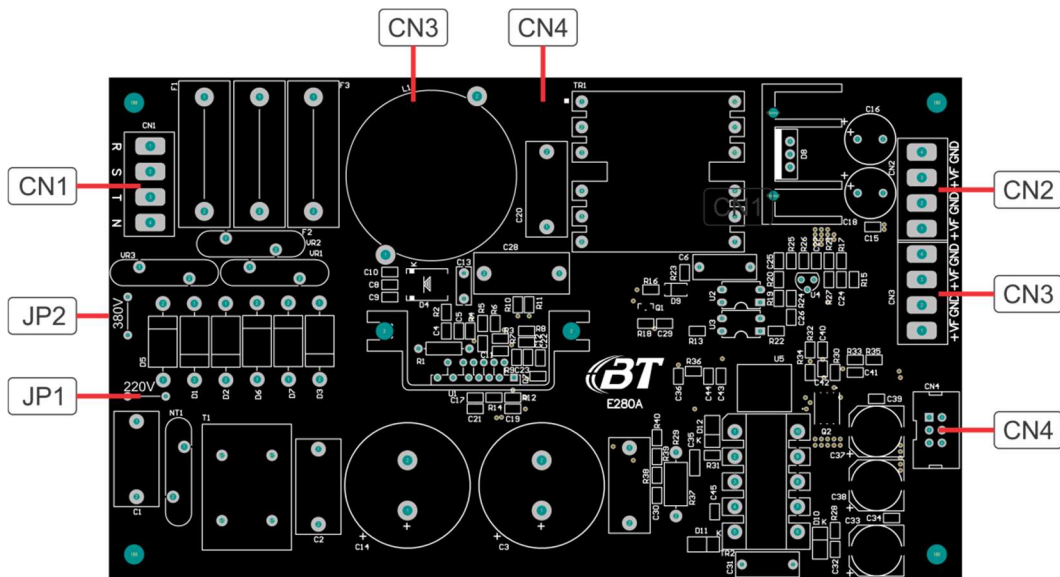

Figura 50: PCI E280A
5.5.2 Conversor AC/DC, E280A, Figura 50.